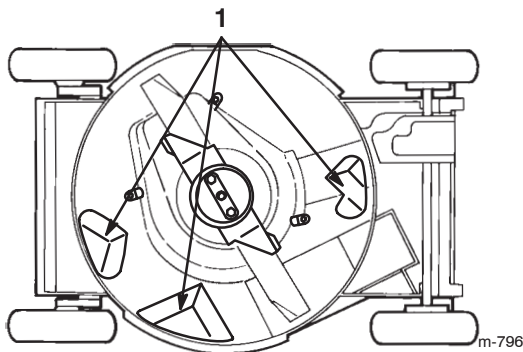

Figure 22
Pour obtenir des résultats optimaux, le dessous du carter de tondeuse doit rester propre. Veillez particulièrement à débarrasser les déflecteurs de tout débris (Fig. 22).
3. Basculez la tondeuse sur le côté **droit** (Fig. 22).